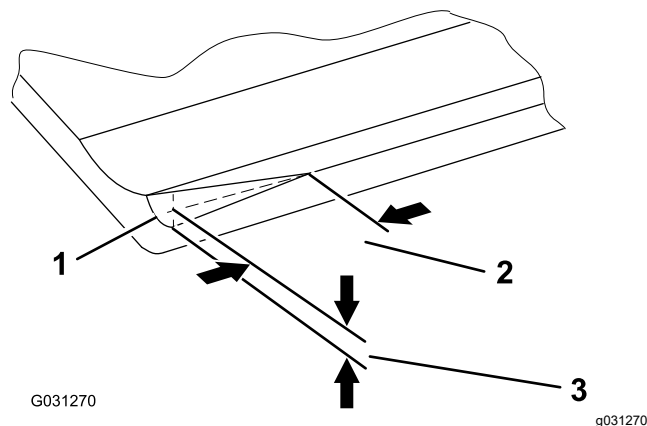

図 9
**注** 出荷時に面取りを施していますが 図 9、この面取りはベッドナイフの寿命の中ほど 40% でなくなりますので、面取りが必要になります。